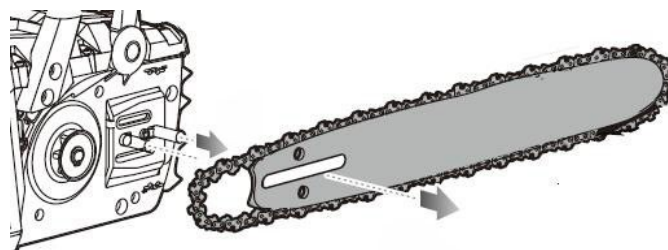

Fig 6
- Déposez le guide-chaîne et l'ancienne chaîne de la surface de montage. (Fig. 6)